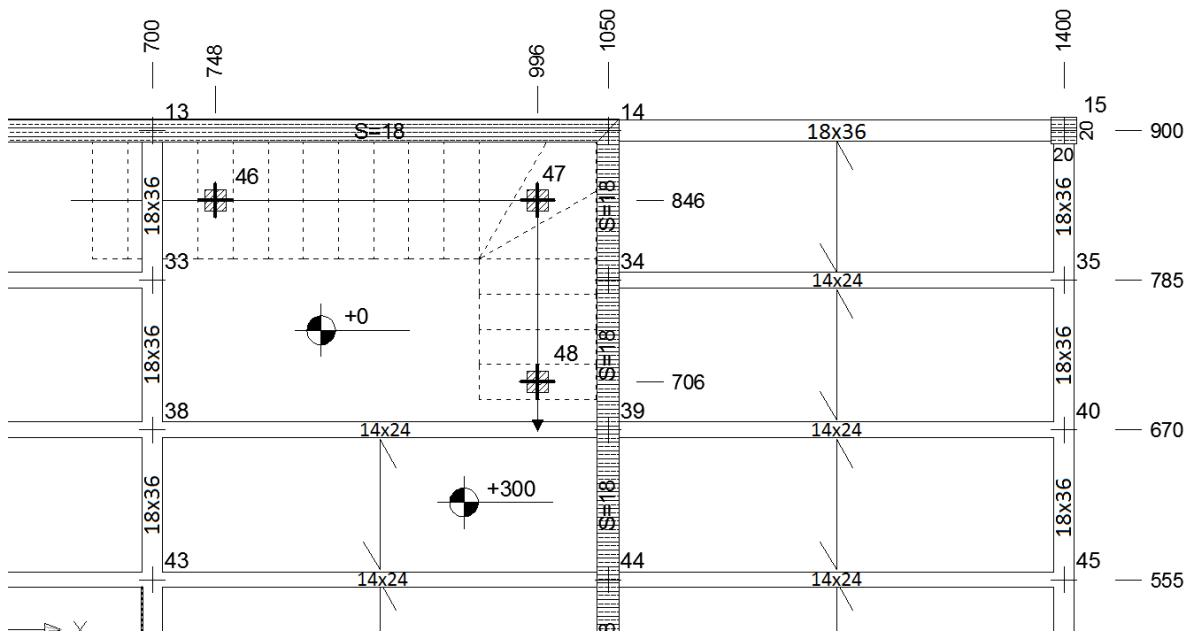

Figura 29
Cambiare la visualizzazione del livello tramite l'apposito selettore (1) scegliendo l'impalcato definito “*COPERT.*” e, con riferimento questa volta alla figura 29, ripetere le medesime operazioni di inserimento solaio anche su tale livello avendo cura di controllare che il selettore dei solai (2) indichi il tipo “*LEG_SOL_COP*” e predisponendo per tutte e 8 le maglie presenti un'orditura (1) di 90° nel rispetto del verso di giacitura delle travi secondarie in legno di sostegno al tavolato che, si ricorda, in questo caso, risultano inglobate nella tipologia ed esclusi dal modello di calcolo.
Se le operazioni sono state condotte correttamente allora l'input grafico relativo all'ultimo impalcato deve apparire come in figura 29.